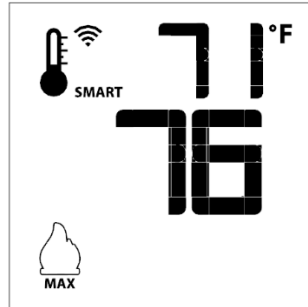
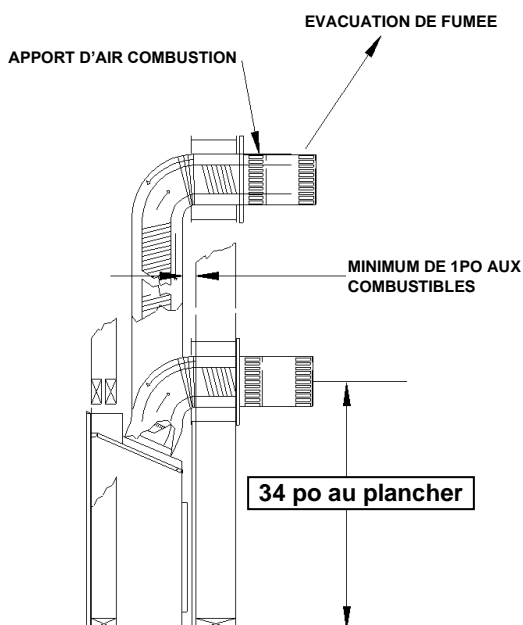
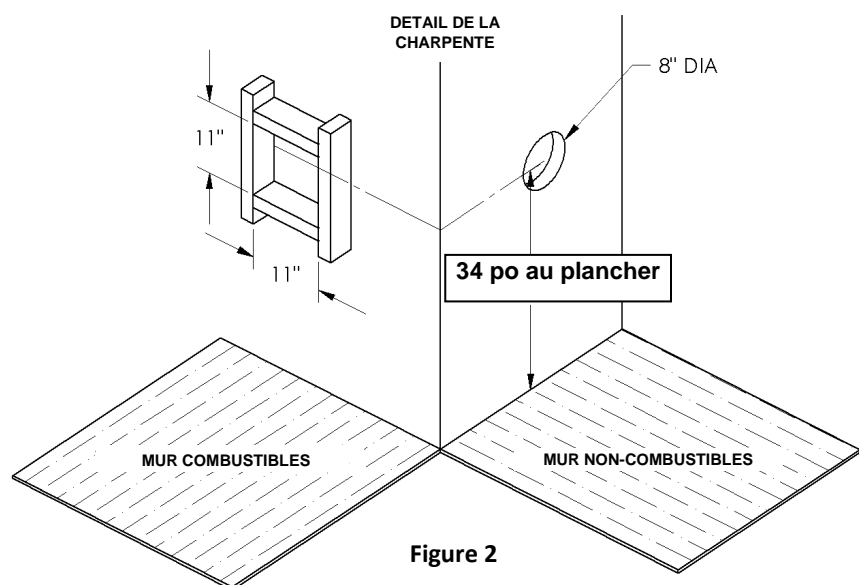

Fig. 11: Fonction flamme Smart
Figure 1
Figure 2
Pour activer cette fonction, appuyer sur la touche Thermostat (Fig. 1) jusqu'à ce que le mot « SMART » s'affiche à droite du bulbe de température (Fig. 11).
Si l'appareil est équipé d'un ventilateur de circulation d'air chaud, la vitesse du ventilateur peut être contrôlée par le système Proflame. Le ventilateur peut être réglé sur six (6) vitesses. Pour activer cette fonction, utiliser la touche Mode (fig. 1) pour sélectionner l'icône de contrôle du ventilateur (Fig. 13). Utiliser les touches fléchées Haut/Bas (fig. 1) pour démarrer, arrêter le ventilateur ou en régler la vitesse (fig. 14). La réception de la commande est confirmée par un seul bip.
La fonction auxiliaire contrôle la sortie d'alimentation AUX au niveau de la commande d'éclairage graduable. Pour activer cette fonction, utiliser la touche Mode (Fig. 1) pour sélectionner l'icône AUX (fig. 15 et 16).
L'intensité de la sortie peut être réglée sur six (6) niveaux. Utiliser les touches fléchées Haut/Bas (fig. 1) pour régler le niveau de sortie (fig. 16). Un seul bip confirme la réception de la commande.
Placez les ressorts d'espacement environ tout les 2pi pour stabiliser le conduit flexible de 4po à l'intérieur du conduit flexible de 7po. Pour les courbes, placez les ressorts dans la courbe ou avant et après. (voir fig.1)
Étirez les tuyaux de 4po et 7po pour que le tuyau de 7po dépasse du mur extérieur d'environ 2po ou 3po et le tuyau de 4po sorte de celui de 7po d'environ 2po à 3po. (voir fig.1) Attachez le tuyau de 4po à l'évent de sortie en premier et fixez-le à l'aide de scellant et de vis puis attachez le conduit flexible à l'évent et fixez le à l'aide calfeutrage et de vis. L'évent peut ensuite être repoussé vers le mur extérieur et attaché à la maison en le vissant à la charpente. Mettez de la silicone autour de l'évent de sortie pour le rendre étanche. Si vous allez utiliser un écran de revêtement, fixez le en utilisant les mêmes trous que pour le dessus de l'évent, après que celui-ci ait été étanchéifié avec du calfeutrant.
1. Pour déterminer la distance minimale entre le plancher du foyer et le centre de l'évent voir la page Comment encastrer votre foyer. Percez le mur en prévoyant un espace pour un manchon de 11po x 11po (diamètre intérieur) pour les murs combustibles et un manchon de 8po de diamètre pour les murs non combustibles. (voir figure 2)
4. Pour installer le manchon centrez-le à l'intérieur de l'ouverture de 11po x 11po de la charpente et fixez-le. Passez le conduit dans le manchon mural. (Voir fig.1)
La longueur maximale de conduit horizontal avec un coude à 90 degré au carneau (sortie de fumée) de l'appareil est de 4pi/122cm (figure 1). La longueur maximale est de 20p/6,1m lorsque la longueur verticale est de 7pi/2,1m (figure 2) N.B. : Pour chaque 12po de conduit horizontal il doit y avoir 1/4po de conduit vertical.